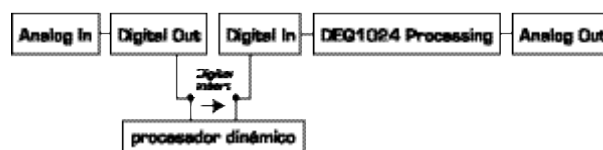

Fig. 2.5: Flujo de señal en modo PRE EQ
- 11 Si mantiene el interruptor **CONFIG** pulsado durante unos segundos, puede seleccionar el modo operativo de su DEQ1024: **ANALOG** (análogo) (LED verde), **DIGITAL** (LED amarillo), **PRE EQ** (LED amarillo) o **POST EQ** (LED amarillo). Si está en modo **PRE** o **POST EQ**, puede usar las conexiones digitales de la parte posterior como inserciones, por ejemplo para un procesador dinámico adicional. Si la unidad está en modo **PRE EQ**, el punto de inserción está situado en frente del EQ. Si la unidad está en modo **POST EQ**, el punto de inserción está situado detrás del EQ (vea fig. 2.5 y 2.6).